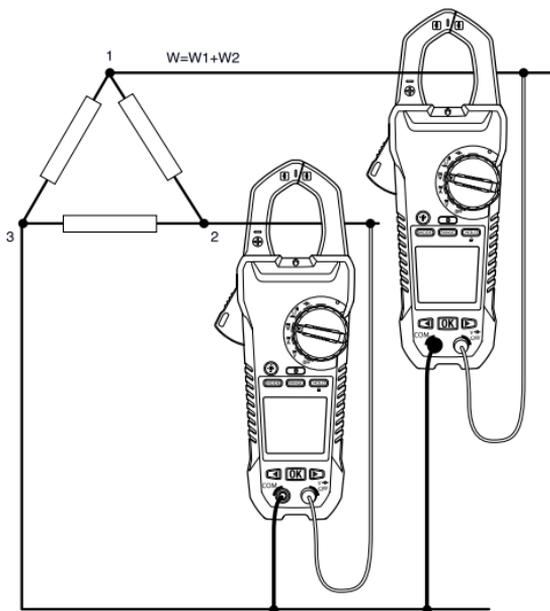

Figure 5.3 Mesure en configuration trois fils triphasée
La puissance d'une configuration WYE (étoile) à trois fils triphasée se mesure en deux étapes, conformément à la figure 5.3. La puissance totale est la somme des deux mesures : $W = W_1 + W_2$.
3. Prenez deux mesures de la puissance active, conformément à la figure 5.3.